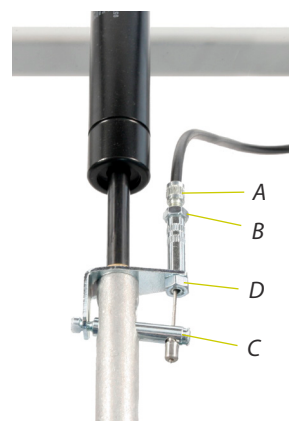

Bild 25
Vajern justeras med hylsan (A, bild 25) vid gaskolven. Gör så här:
1. Lossa muttern (B, bild 25) och skruva in hylsan (A) helt så att vajer blir så slapp som möjligt.
2. Lossa muttern (D) helt och trä ur hylsan ur plåten samt ändnippeln ur tappen.
Drivhjulen har en hjulaxel (A, bild 25) som sticks in i navet (B) från insidan, genom två lager (C) och låses med en spårning (D) på utsidan. För att komma åt att byta axel tas täckpluggen (E) bort och därefter kan spårningen avlägsnas och axeln dras ut. Observera att 20"- och 24"-hjulen har likadana drivaxlar medan 16"-hjulen har en något kortare variant.